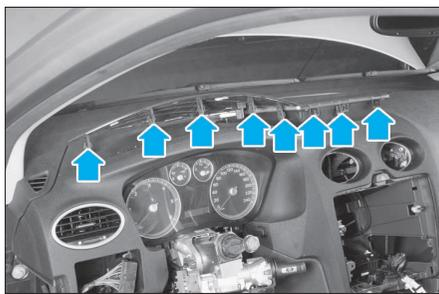

FIG. 46
- la garniture supérieure de planche de bord (Fig.46).